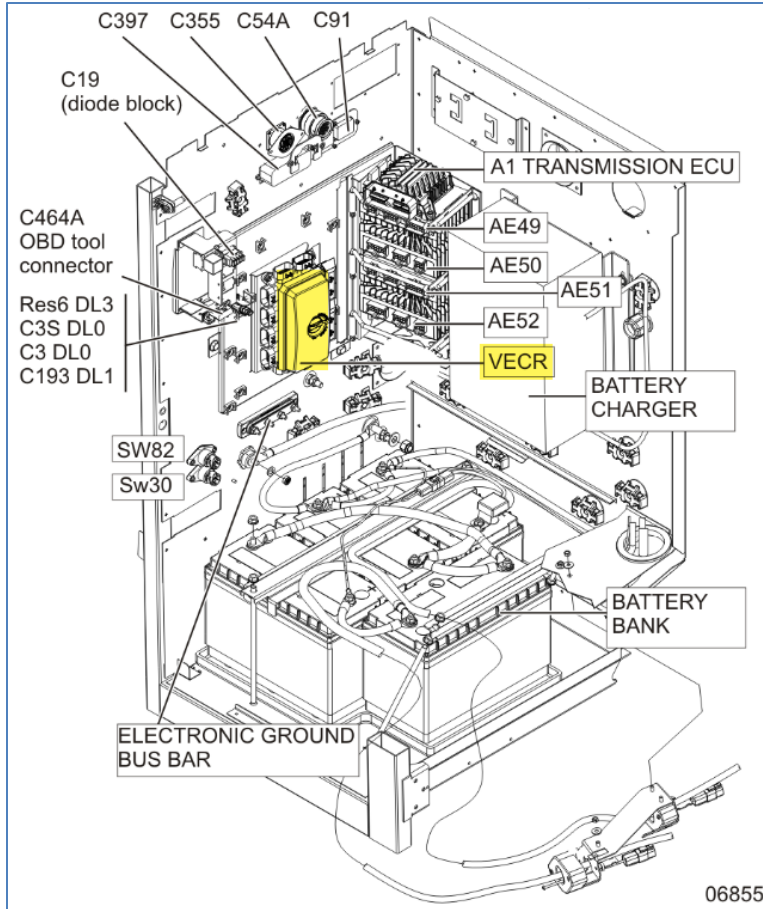
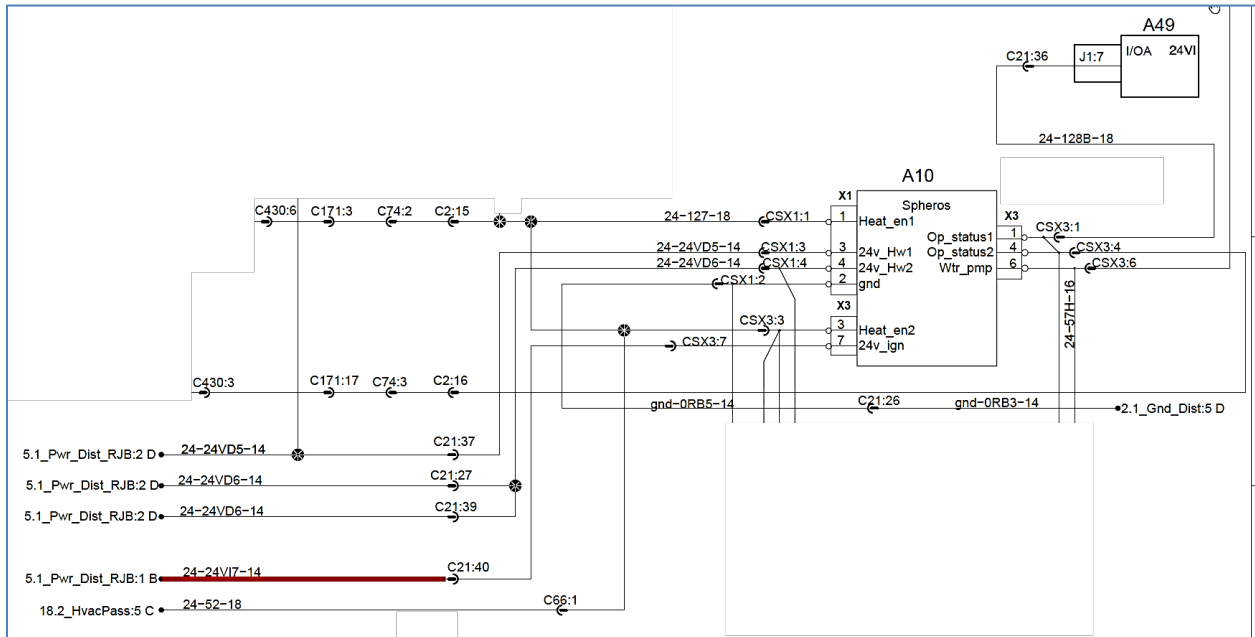

FIGURE 48
FIGURE 49
2. Dans le compartiment principal d'alimentation, retirer le circuit 24Vi7 situé entre le connecteur C21 logement # 40 et le VECCR connecteur 2 (rouge) logement # A ou le logement # E selon l'année modèle (**FIGURE 48 & FIGURE 49**). Jeter cette section du circuit.